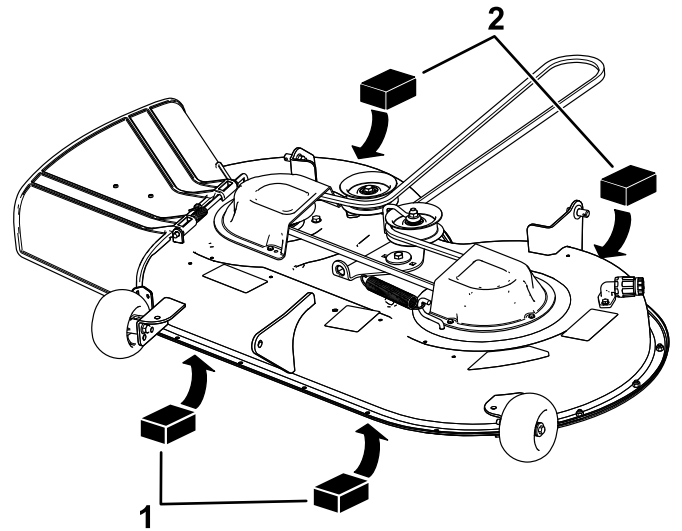

**Bild 67**
4. Drehen Sie die Messer vorsichtig, sodass sie in Längsrichtung zeigen (Bild 67).
5. Messen Sie zwischen der Messerspitze vorne und hinten und der ebenen Fläche (Bild 67).